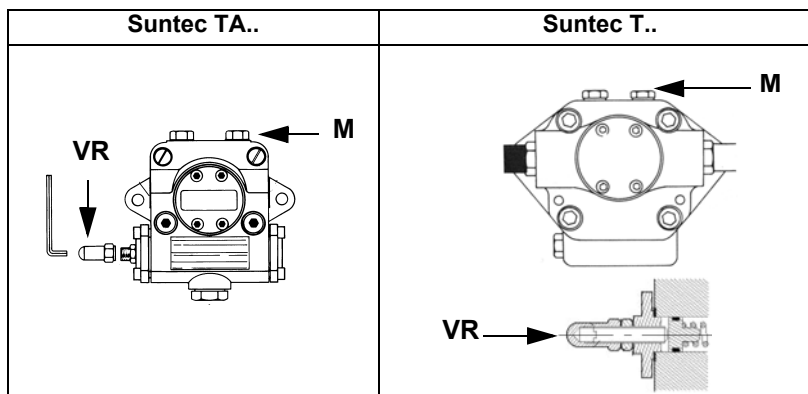
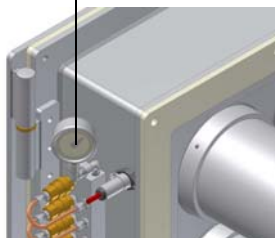

Рис. 8
Рис. 9
- 2 выпустить воздух со штуцера (**M**) манометра насоса (Рис. 8), расслабив слегка заглушку, но не снимая ее; затем отпустить контактор;
Давление питания форсунки уже отрегулировано заранее на заводе-изготовителе и не должно изменяться. Только в случае необходимости, отрегулировать давление питания (см. соответствующий параграф) следующим образом: установить манометр в положение, указанное на Рис. 9, воздействовать на регулировочный винт **VR** насоса (см. Рис. 8 и на стр 16) до получения на форсунке давления в 20 или 25 бар (форсунки Vergonzo или Fluidics/UNIGAS M3 - см. график на Рис. 7);